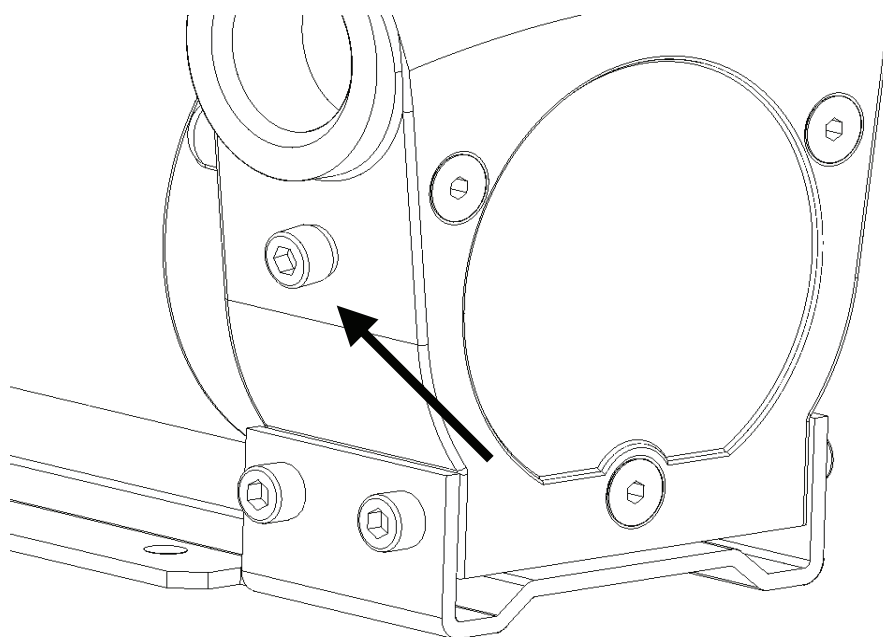

Рис. 3-1: Отверстие для предохранителя закрыто винтом (состояние при поставке)
- Удалите винт, находящийся на стенке корпуса насоса, вместе с прокладкой (см. рис. 3-1).